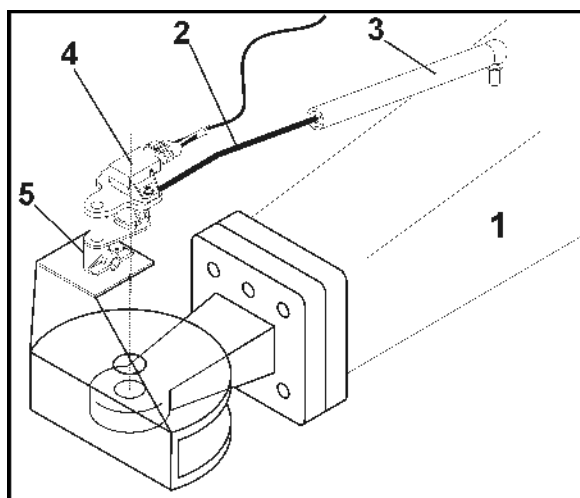

Fig. 26
El control de seguimiento Trail Tron para un seguimiento automático y prácticamente exacto de las trazas registra la posición angular de la lanza (Fig. 26/1) en la dirección de marcha del tractor.
1. Insertar la varilla angular (Fig. 26/2) en el manguito (Fig. 26/3).
2. Insertar el sensor del ángulo de giro (Fig. 26/4) en el alojamiento (Fig. 26/5).